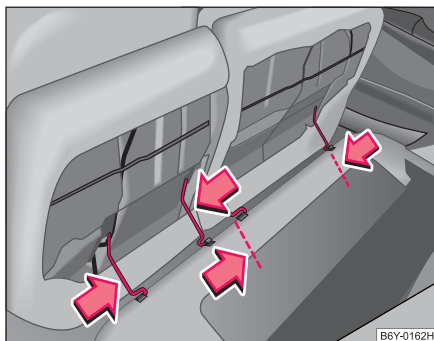

Fig. 51 Sortir la banquette arrière
- Poussez l'étrier en fil de fer dans le sens de la flèche ⇒ fig. 51 et sortez la banquette arrière du support.